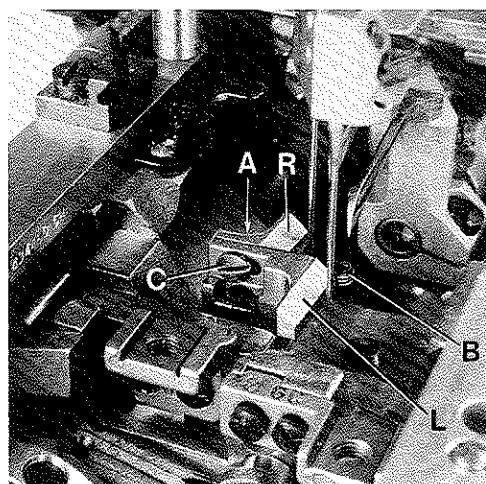

Fig.20
Set the needle guard (L, Fig. 20) for the left needle first. After loosening screw (A) the guard can be raised or lowered and after loosening screw (B) swung to the front or to the rear.
Retighten screws (A and B, Fig. 20). Make sure, when tightening screw (B), that there is no axial end play on the needle guard holder.
Now set the needle guard (R, Fig. 20) for right needle. After loosening screw (C) the guard can be moved to the front or to the rear. Retighten screw (C).
Stellen Sie zuerst den Nadelanschlag (L, Fig. 20) für die linke Nadel ein. Nach Lösen der Schraube (A) kann der Anschlag höher oder tiefer gestellt werden und nach Lösen der Schraube (B) nach vorne oder hinten geschwenkt werden. Ziehen Sie die Schrauben (A und B, Fig. 20) wieder an. Beachten Sie beim Anziehen der Schraube (B), daß der Nadelanschlaghalter axial kein Spiel hat.
Stellen Sie nun den Nadelanschlag (R, Fig. 20) für die rechte Nadel ein. Nach Lösen der Schraube (C) kann der Anschlag nach vorne oder hinten verschoben werden. Ziehen Sie die Schraube (C) wieder an.